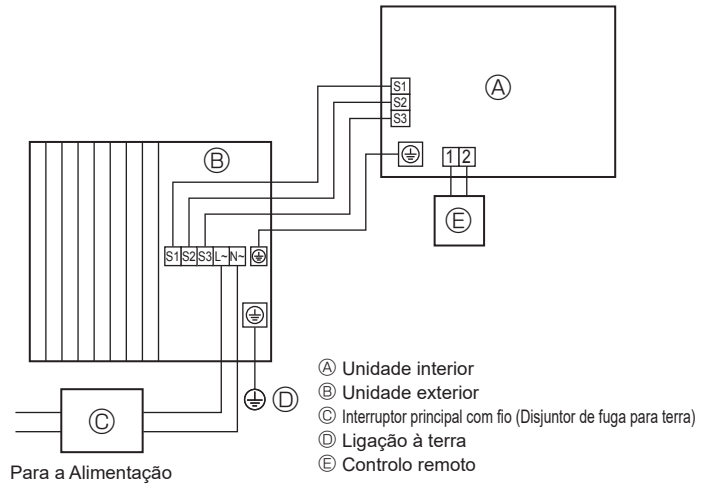
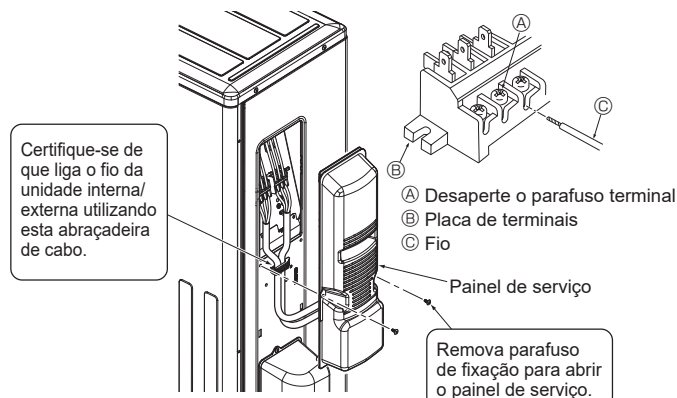

Fig. 6-1
Fig. 6-3
### 6.1. Unidade exterior (Fig. 6-1, Fig. 6-2, Fig. 6-3)
- ① Retire o painel de serviço.
- ② Ligue os cabos referentes à Fig. 6-1, Fig. 6-2 e Fig. 6-3.